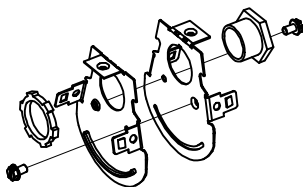

Fig 6: Réunissant
- 2) Retirer rejoindre endcaps et retirer KOs . Fixer les embouts avec (2) vis de 4mm et (1) taille 16 chase mamelon pour créer l'assemblage menuisier comme le montre la Fig 6.